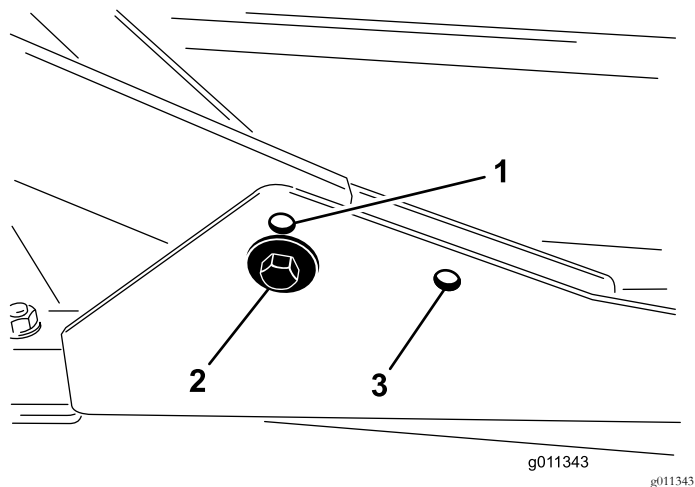

Рисунок 8
- Для высоты скашивания в диапазоне от 2,0 до 7,6 см передние несущие рамы следует закрепить в нижних передних монтажных отверстиях (Рисунок 8).
- Для высоты скашивания в диапазоне от 6,3 до 10 см передние несущие рамы следует закрепить в верхних передних монтажных отверстиях (Рисунок 8).
Для любой высоты скашивания закрепите режущую деку в задних монтажных отверстиях (Рисунок 8).